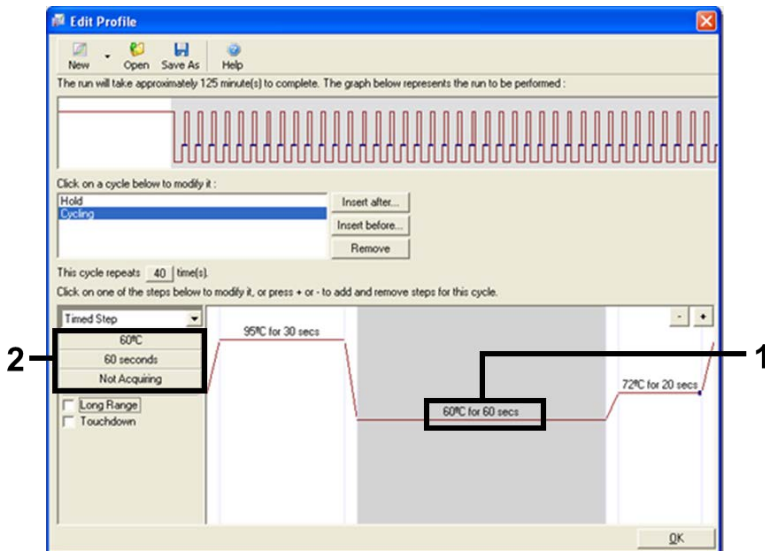

Figura 7. Etapa de ciclagem a 60 °C.
9. Realce a segunda etapa e defina como 60 °C por 60 segundos. Clique em Not Acquiring (Não adquirir dados) para habilitar a aquisição de dados durante esta etapa. (Figura 7).